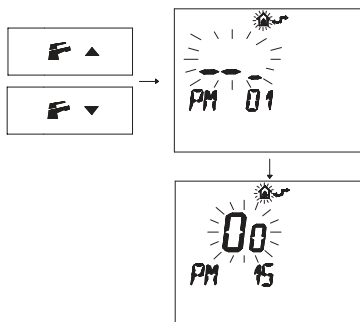

Figura 5.39
- Pulse los botones **F** ▼ o **F** ▲ para acceder al ajuste "PM15" de habilitación de la sonda externa (Figura 5.39).